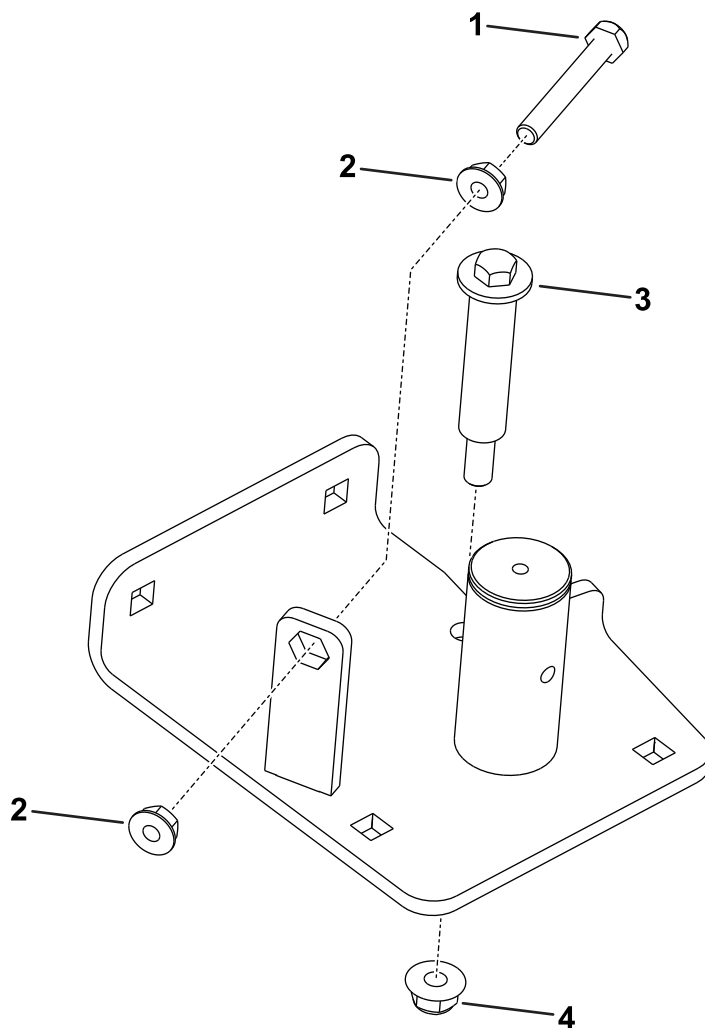

図 5
1. フランジナット (5/16") 2個を使って、六角ボルトを新しいアイドラープイットアセンブリに固定する (図 5)。
5. フランジナット (3/8") とショルダボルトをアイドラピットプレートに取り付ける (図 5)。